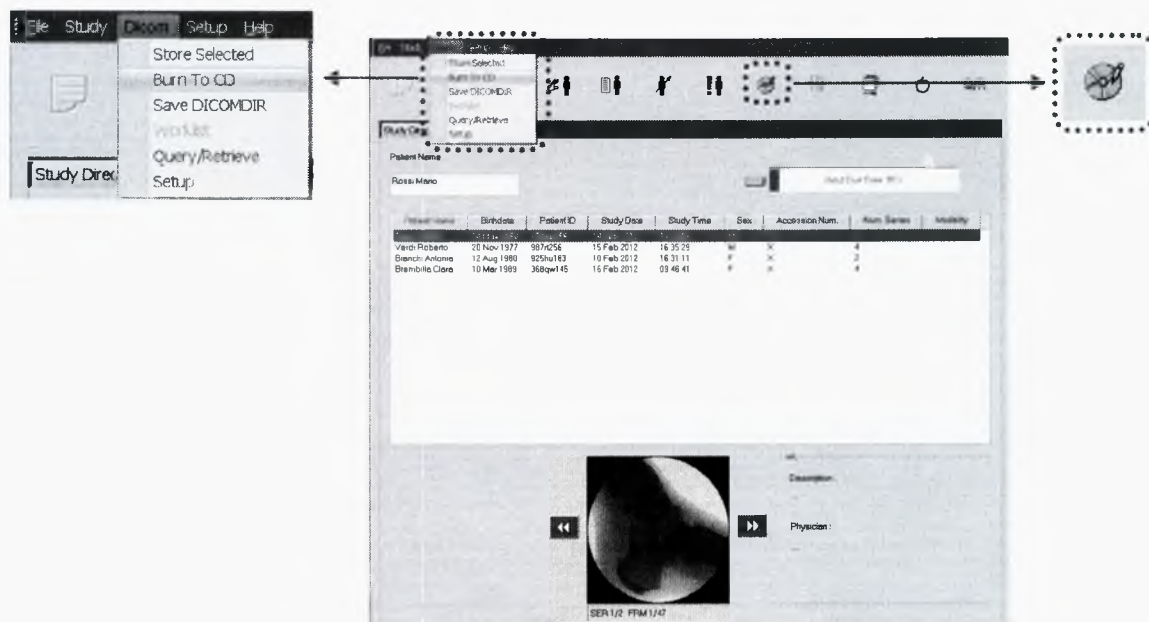

Рисунок 150
– запустите функцию записи выбрав команду **Записать на CD** в меню **Dicom** или при помощи соответствующей иконки (см. рисунок 150). Обе команды активны только в том случае, если в дисковод вставлен CD или DVD. Изображения конвертируются в формат DICOM.